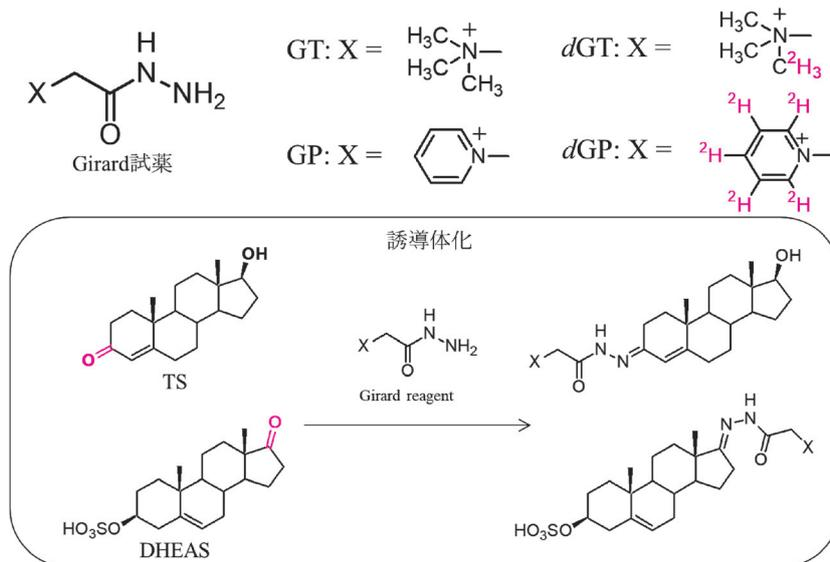

図4 4種 Girard 試薬の構造とアンドロゲンとの誘導體化反応
分析スループットは免疫アッセイなどと比べて劣る。そこで、質量分析法の特性として、質量が異なれば弁別して検出できることと考えられ、一例として、タンデムマスタグ (TMT) 試薬と呼ばれる安定同位体標識試薬を用いた解析法が知られている。これは、安定同位体標識位置の異なるアイソトポマーの試薬を複数用いて、それぞれ別の試料を標識化し、TMT 試薬ごとのプロダクトイオンの値に差が生じることを利用して、各試料中の特定のペプチドの発現量を相対比較するものである5)。このような安定同位体標識化の考えを応用し、Fujimura らは重水素標識数の異なる誘導体化試薬を活用することで複数検体を一括して、1回の HPLC/ESI-MS/MS 運転で多検体の測定データを得られるものと考えた。血中アンドロゲン分析の分析スループット向上を目的に、測定対象をテストステロン (TS) とデヒドロエピアンドロステロン (DHEAS) とした。これらアンドロゲン類は両方の血中レベルを評価することでアンドロゲン産生低下に伴う鬱病や心血管疾患、男性の加齢に伴う疾患をより詳細に評価できるものとされている。アンドロゲンはカルボニル基を有するため、2種の Girard 試薬のアナログ (Girard T と Girard P) 及びそれらのアイソトポログを用いた (図4)。HPLC/ESI-MS/MS には、Waters 社の Quattro PremierXE に LC-e2695 を接続して用いた。